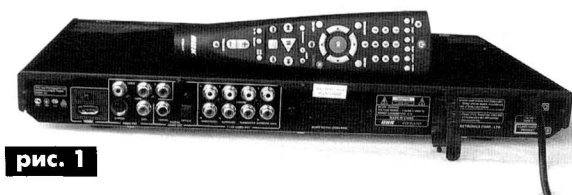

рис. 1
Задняя панель модели BBK DV925HD (далее BBK) показана на **рис. 1**.
7. ПДУ типа RC026-05R удобной формы – «лопатка», с кнопками, удачно сгруппированными по зонам (рис. 1). Порадовало наличие на ПДУ регулятора громкости сигнала звука и кнопка MUTE.